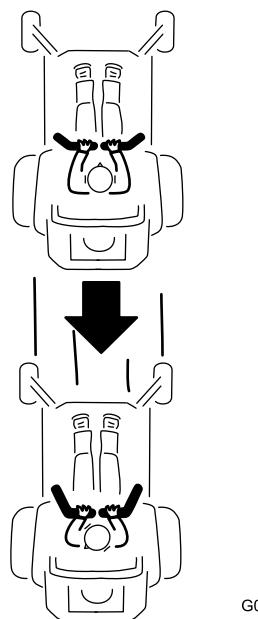

Bild 22
2. Ziehen Sie zum Rückwärtfahren die Fahrantriebshebel langsam nach hinten (Bild 22).